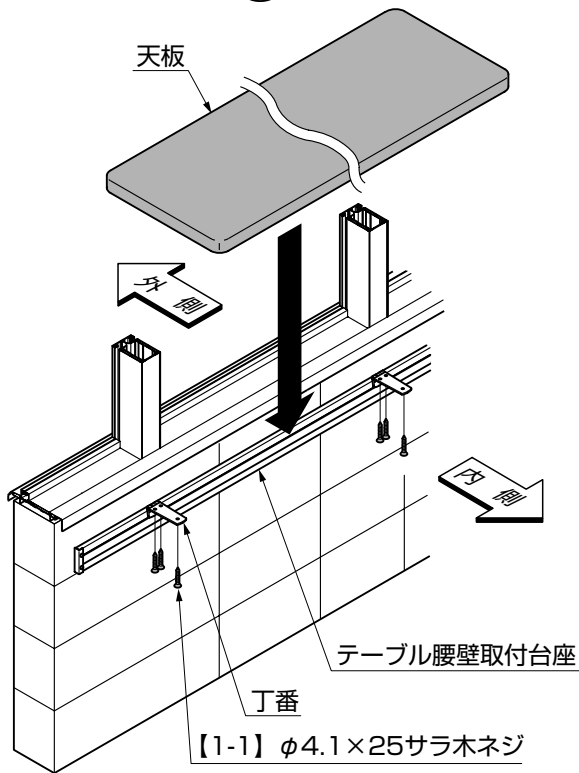
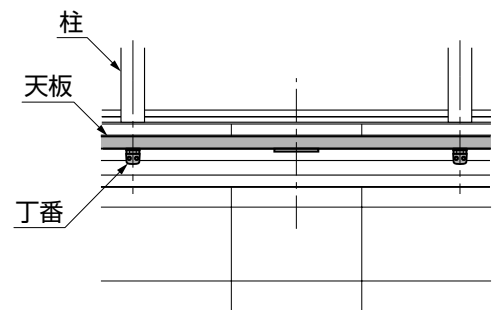

図2-16
図2-17
⑥天板を丁番に【1-1】で取付けてください。(図2-16、図2-17参照)
- 天板の取付け位置は、柱間の真中と天板の真中を合わせて取付けてください。(図2-17参照)